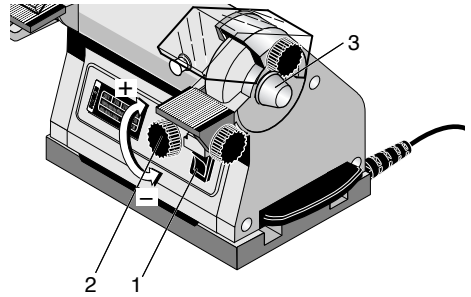

Fig. 4
- Gerät am Schalter 1 (Fig. 4) einschalten.
- Die der Arbeit entsprechende Drehzahl am Knopf (2) einstellen.